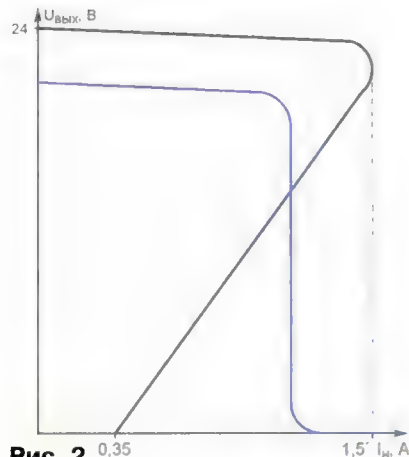
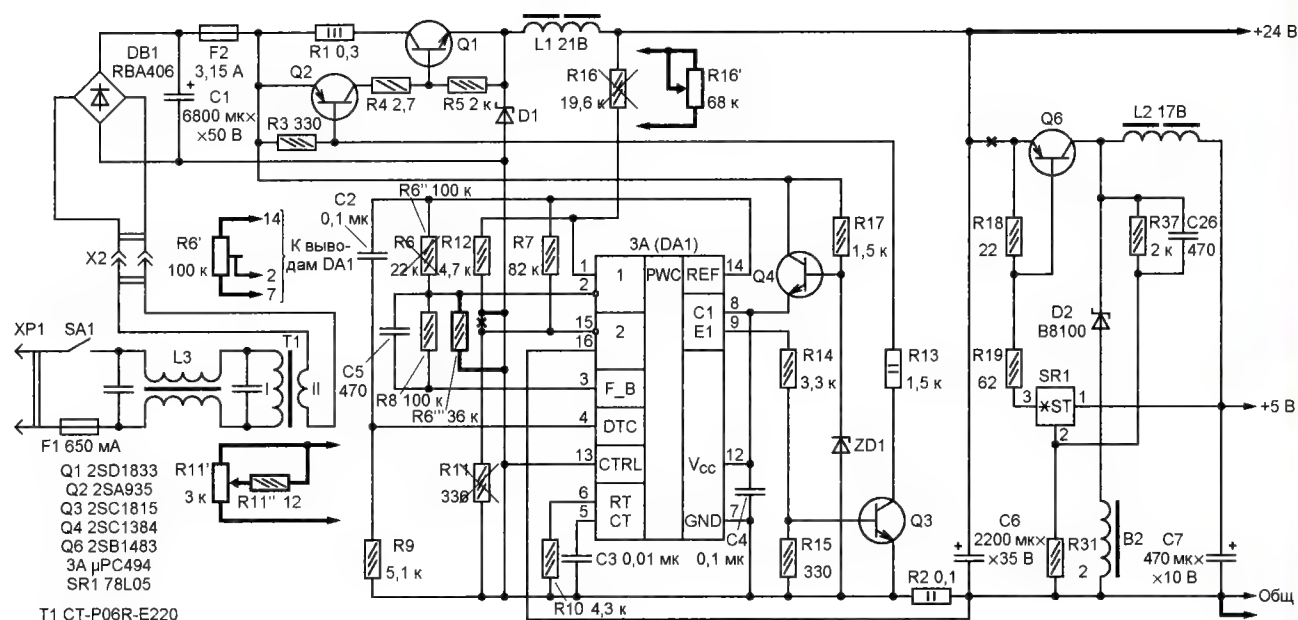
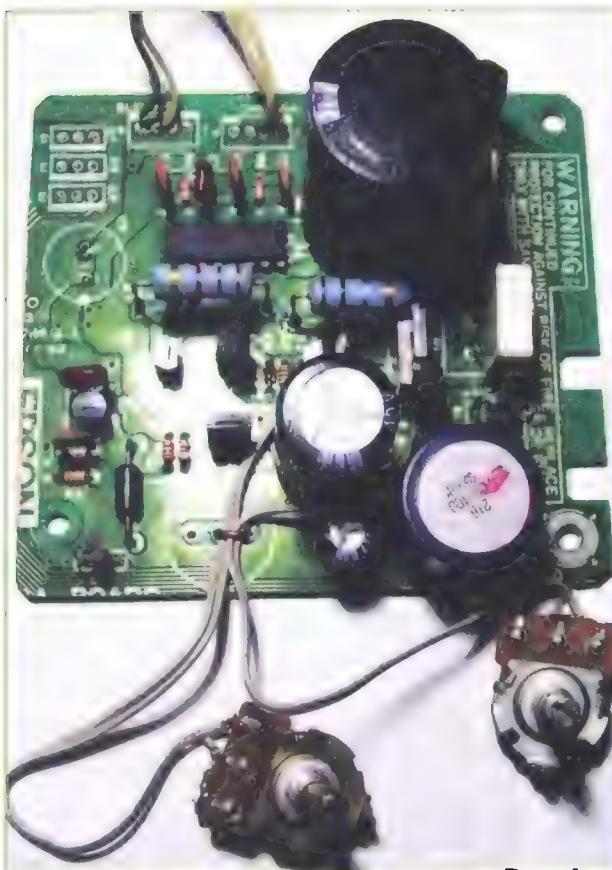
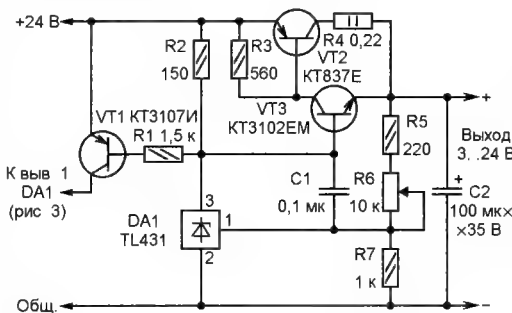

Рис. 2
Рис. 3
Рис. 4
Рис. 5
ченное значение 12 % также не соответствует санитарно-эпидемиологическим правилам и нормативам [3] к освещению помещений, предназначенных для работы за компьютером (должно быть не более 5 %), но вполне подходит, например, для уличного освещения, складского помещения, тренажерного зала и пр. Коэффициент пульсаций светового потока измерялся люксметром ТКА-ПКМ(08) при подключении нагрузки в виде четырех последовательно соединенных светодиодных линеек суммарной мощностью 42 Вт и потребляемым током 350 мА. На осциллограмме (рис. 2 на 3-й с. обложки) эти пульсации выглядят как фон частотой 100 Гц размахом всего лишь 3,6 В на постоянном уровне около 100 В (вход осциллографа — в режиме переменного напряжения).
Как видно, второй вариант соответствует всем предъявленным требованиям. Небольшим недостатком можно считать меньший КПД. Осциллограмма переменной составляющей (пульсаций) выходного напряжения приведена на **рис. 5 на 3-й с. обложки**. Для наглядности настройки осциллографа и светодиодная нагрузка использовались те же, что и для рис. 2. Та же нагрузка использовалась и при снятии следующих осциллограмм: на **рис. 6 на 3-й с. обложки** верхняя (зелёного цвета) осциллограмма — напряжение на стоке транзистора VT2, нижняя (жёлтая) — на затворе; на **рис. 7 на 3-й с. обложки** верхняя (зелёная) — на стоке транзистора VT4, нижняя (жёлтая) — на затворе.
Источник питания содержит каналы +24 В и +5 В. Первый построен по схеме понижающего широтно-импульсного стабилизатора и рассчитан на ток нагрузки около 1,5 А. При превышении этого значения срабатывает защита и напряжение на выходе стабилизатора резко падает (ток короткого замыкания — примерно 0,35 А). Примерная нагрузочная характеристика канала показана на рис. 2 (кривая чёрного цвета). Канал +5 В также построен по схеме импульсного стабилизатора но, в отличие от канала +24 В, по так называемой релейной схеме. Питается этот стабилизатор с выхода канала +24 В (рассчитан на работу от источника напряжения не ниже 15 В) и токовой защиты не имеет, поэтому при коротком замыкании выхода (а такое в практике радиолюбителя не редкость) может выйти из строя. И
Схема стабилизатора напряжения +24 В показана на рис. 3 (буквенные позиционные обозначения и нумерация элементов соответствуют нанесённым на печатной плате). Рассмотрим работу некоторых его узлов, имеющих особенности или отношение к переделке. На транзисторах Q1 и Q2 построен силовой ключ. Резистор R1 служит для уменьшения рассеиваемой мощности на транзисторе Q1. На транзисторе Q4 построен параметрический стабилизатор напряжения питания задающего генератора, выполненного на микросхеме, обозначенной на плате как 3A (далее будем рассматривать её как DA1). Эта микросхема — полный аналог знаменитой по компьютерным блокам питания TL494 [1]. О её работе в различных режимах написано довольно много, поэтому рассмотрим лишь некоторые цепи.
После этих переделок следует изменить ток защиты стабилизатора. Выпаяв резистор R11, впаять на его место переменный R11' номинальным сопротивлением 3 кОм с включённым в цепь движка резистором R11''. Валик резистора R11' можно вывести на лицевую панель для оперативной регулировки тока защиты (примерно от 30 мА до максимального значения, равного 1,5 А). При таком включении изменится и нагрузочная характеристика стабилизатора: теперь при превышении тока нагрузки стабилизатор перейдёт в режим его ограничения (синяя линия на рис. 2). Если длина провода, соединяющего резистор R11' с платой, превышает 100 мм, желательно параллельно ему на плате припаять конденсатор ёмкостью 0,01 мкФ. Также желательно снабдить транзистор Q1 небольшим теплоотводом. Вид на доработанную плату с регулировочными резисторами показан на рис. 4.
Существенно понизить уровень пульсаций можно, добавив несложный компенсационный стабилизатор, схема которого представлена на рис. 5. В основе стабилизатора — широко распространённая микросхема TL431 (её отечественный аналог — КР142ЕН19). На транзисторах VT2 и VT3 построен регулирующий элемент. Резистор R4 здесь выполняет ту же функцию, что и R1 в импульсном стабилизаторе (см. рис. 3). На транзисторе VT1 собран узел обратной связи по падению напряжения
на резисторе R2. Участок коллектор—эмиттер этого транзистора необходимо подключить вместо резистора R16 в схеме на рис. 3 (разумеется, переменный резистор R16' в этом случае не нужен). Работает этот узел следующим образом. Как только напряжение на резисторе R2 превысит примерно 0,6 В, транзистор VT1 открывается, что вызывает переключение компаратора микросхемы DA1 в импульсном стабилизаторе и, следовательно, закрытие ключа на транзисторах Q1, Q2. Выходное напряжение импульсного стабилизатора уменьшается. Таким образом, напряжение на этом резисторе поддерживается на уровне около 0,65 В. При этом падение напряжения на регулирующем элементе VT2VT3 равно сумме падения напряжения на резисторе R2 и напряжения на эмиттерном переходе транзистора VT3, т. е. около 1,25...1,5 В в зависимости от тока нагрузки.
Усилитель используется совместно с ЭМИ "Матадор ТО 200-6" производства VEB MUSIKLEKTRONIK (Klingenthal-3) (фото на рис. 4 на с. 11).
Условный доступ к платным программам, скремблрованным в системе DRE-CRYPT 2, обеспечивается через смарт-карту, которую устанавливают в картридер, подключаемый к разъёму XP3 основной платы (см. рис. 2). Принципиальные схемы всех модификаций картриджей SC_RedManul05Q_r0.00/r1.00/r1.01/r1.03 изображены на рис. 10. Первый из них (r0.00) собран по простейшей схеме и не требует пояснений. Версии r1.00 и r1.01 предполагалось использовать для работы со смарт-картами и микросхемой криптозащиты ИП562УД. Их переключение обеспечивает строенный коммутатор DA1. В картридере версии r1.00 устанавливали